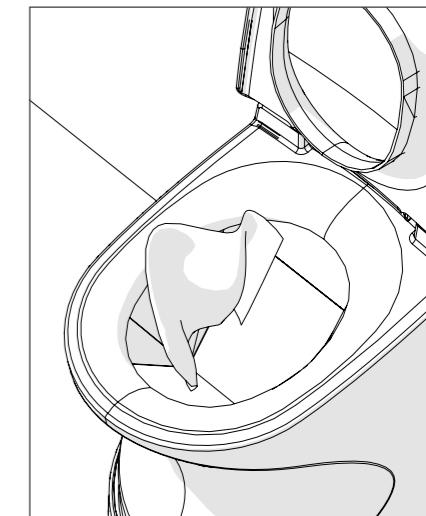

Bild 8
- Rengör skålen med en mjuk trasa (bild 8). Det går också att använda papper som kan släppas ner i brännkammaren efter rengöring. Stäng sedan toalettlocket. Luckan till brännkammaren stängs.